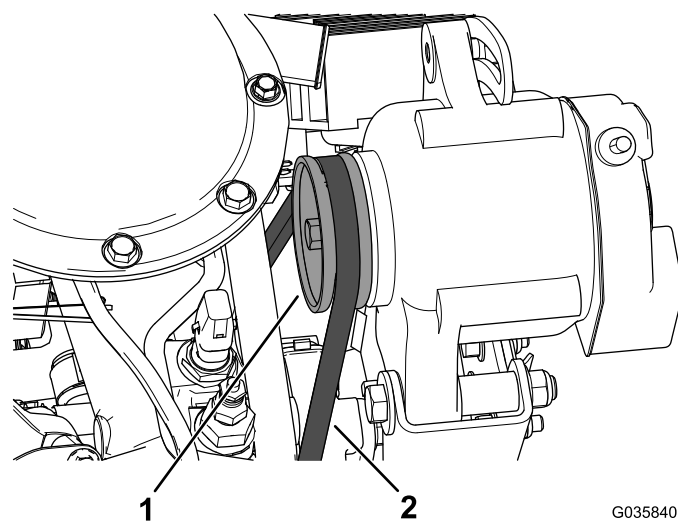

Figura 14
6. Fate scorrere la cinghia dell'alternatore sopra la puleggia sull'alternatore (Figura 14).